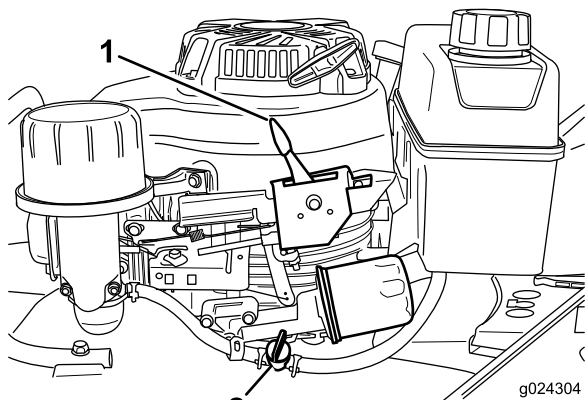

Figura 11
2. Abra la válvula de combustible (Figura 11).
3. Mueva la palanca de control del acelerador (Figura 11) a la posición de Estárter.
Suelte la barra de control de la cuchilla y mueva la palanca de control del acelerador (Figura 11) a la posición de Parada.
**Nota:** Cierre la válvula de combustible (Figura 11) a menos que vaya a volver a arrancar el motor en breve.